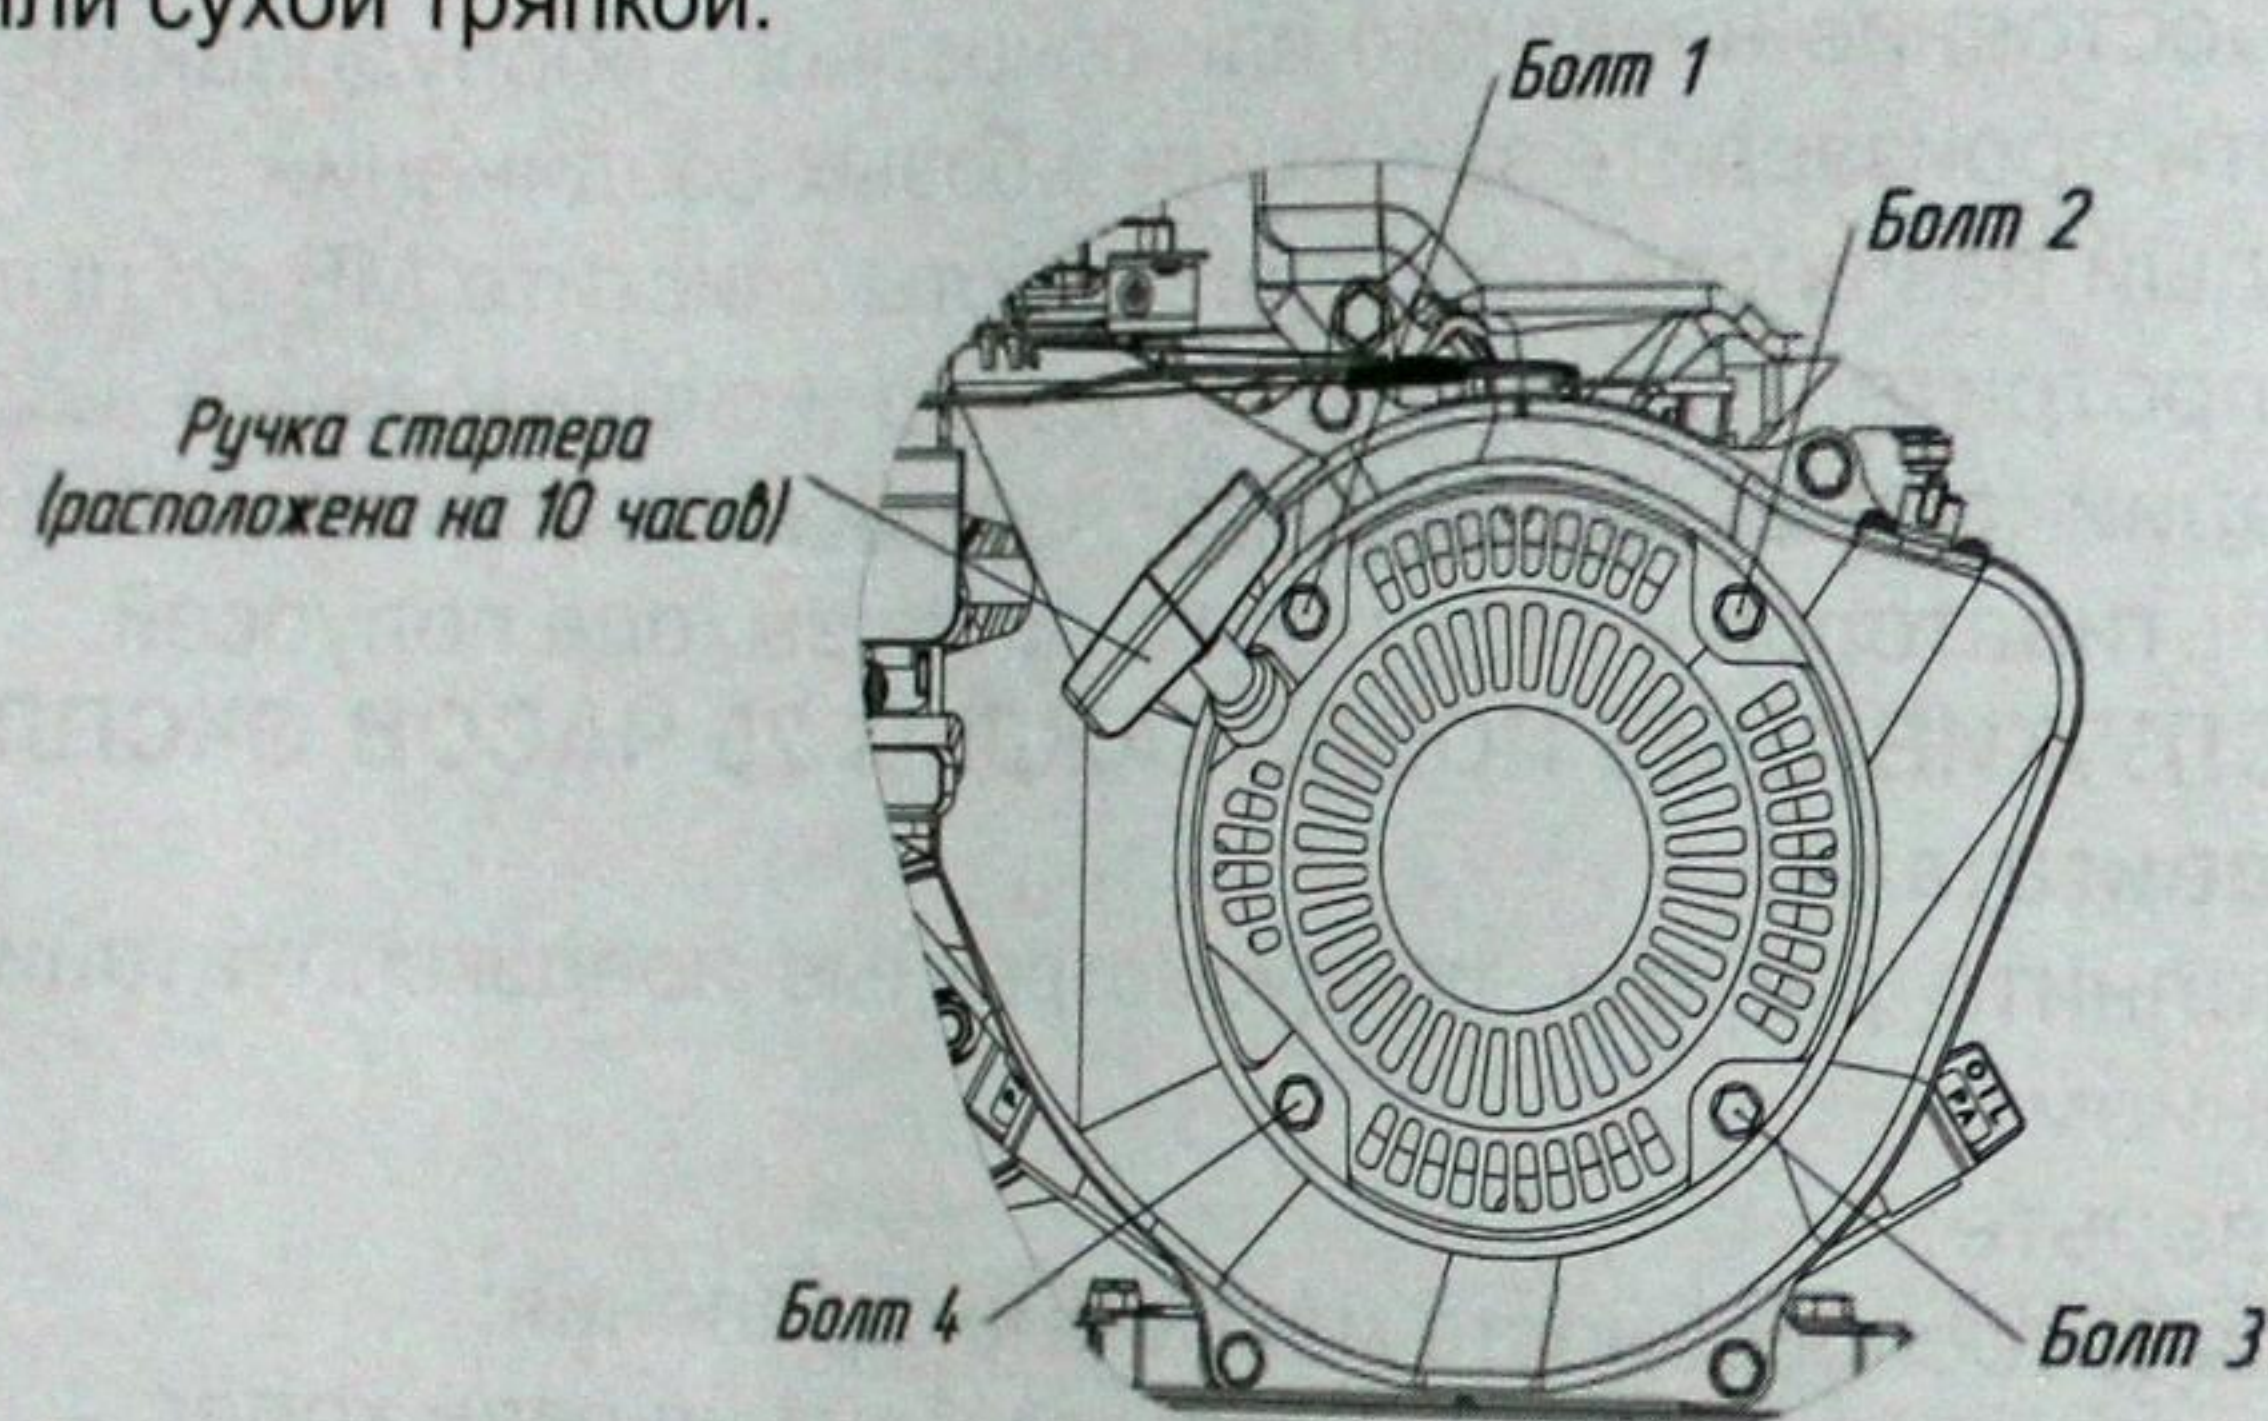

Рис. 15 Схема крепления стартера на двигателе
– открутить 4 болта (см. рис. 15);
– установить стартер на место таким образом чтобы ручка стартера была расположена на 10 часов (см. рис. 15);
– закрутить 4 болта (см. рис. 15).